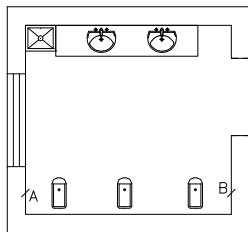

图 2-75 打开布置隔断素材
**01** 按 Ctrl+O 组合键,打开配套光盘提供的“第 2 章/ 2.3.2 布置隔断.dwg”素材文件,结果如图 2-75 所示。